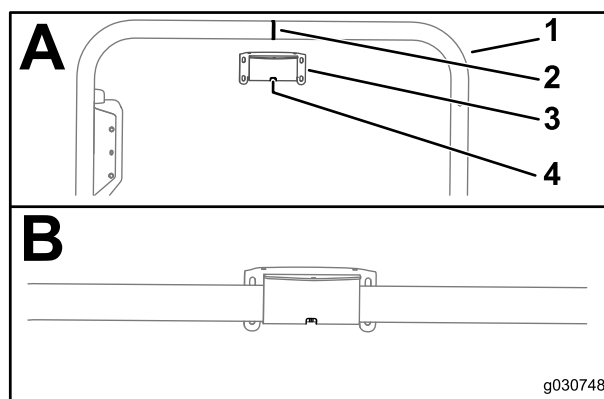

Figura 123
1. Alinee la ranura situada en el centro del soporte de receptor con la costura de soldadura en la línea central del tubo del ROPS (Figura 123).